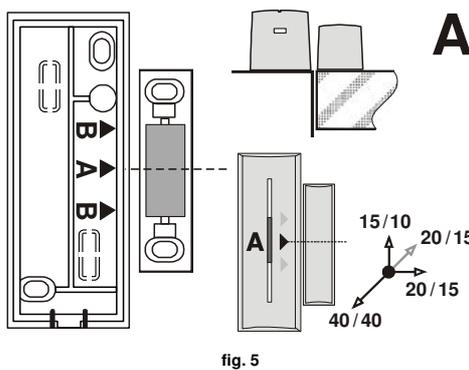
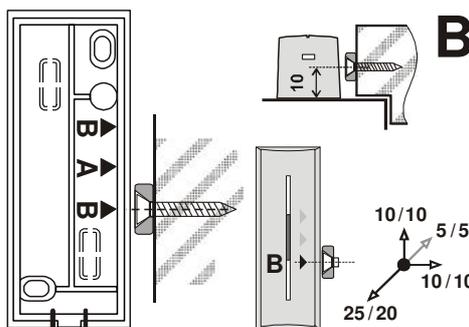

fig. 5
fig. 6
- Přišroubujte magnet na pohyblivou část dveří (okna). Magnet v plastovém pouzdrě umístíte sřídem pouzdra proti šípce A, prstencový magnet musí být proti šípce B. Vzdálenost magnetu od vysílací části má být při zavřených dveřích co nejmenší. Vzdálenost pro aktivaci při oddálení magnetu ve všech osách a pro nemagnetický / magnetický montážní podklad jsou uvedeny v obrázku fig. 5 a fig. 6. *Pozn. Pro výškové nastavení A magnetu použijte dodanou podložku.*
- Attach the magnet to the moving part of the window. The standard magnet in a plastic housing opposite the A arrow and the whorl shape magnet against the B arrow. Its distance from the detector should be as small as possible when the door/window is closed. In the picture fig. 5 and fig. 6 are shown the reaction areas for magnets in millimeters in three axes of movement and on the non-magnetic / magnetic surface. *Note: Use the supplied plastic part to compensate the possible height difference for magnet A.*
Typická rozpinací/spínací vzdálenost **fig. 5 a fig. 6**
Typical sensitivity range: see fig. 5 and fig. 6
3. Schrauben sie den Magnet an den beweglichen Teil der Türen (Fenster). Den Magnet im Kunststoffgehäuse platzieren sie mit der Mitte des Kunststoffgehäuses gegenüber dem Pfeil A, der Ringmagnet muss gegenüber dem Pfeil B sein. Die Entfernung des Magneten vom Sendeteil soll bei geschlossener Tür so gering wie möglich sein. Die Entfernung für die Aktivierung bei der Entfernung des Magneten in allen Achsen und für den unmagnetischen / magnetischen Montageuntergrund ist im Bild fig. 5 und fig. 6 angegeben. *Anm. Für die Höheneinstellung des A Magneten benutzen sie die gelieferten Unterlagen.*
3. **Magnet priskrutkujte na pohyblivú časť dverí (okna).** Magnet v plastovom obale umiestnite tak, aby jeho stred bol oproti šípke A, prstencový magnet musí byť oproti šípke B. Vzďialenosť magnetu od detektora pri zatvorených dverách musí byť čo najmenšia. Vzďialenosťi potrebné na aktiváciu detektora oddialením magnetu vo všetkých osiach (pre nemagnetický / magnetický inštaláčny podklad) sú uvedené na obrázkoch fig. 5 a fig. 6. **Poznámka:** Na výškové nastavenie magnetu A použite dodané podložky.
Typická rozpnacia/spinacia vzdialenosť	pozri fig. 5 a fig. 6
3. Привинтите магнит на подвижную часть двери (окна). Магнит в пластмассовом корпусе поместите в середину корпуса напротив стрелки А, кольцевой магнит должен быть напротив стрелки В. Расстояние магнита от передающей части должно быть при закрытых дверях как можно меньшим. Расстояние для активации при удалении магнита во всех осях и для немагнитного / магнитного установочного основания указано на рисунке fig. 5 и fig. 6. *Прим.: Для регулировки по высоте А магнита пользуйтесь приложенными прокладками.*